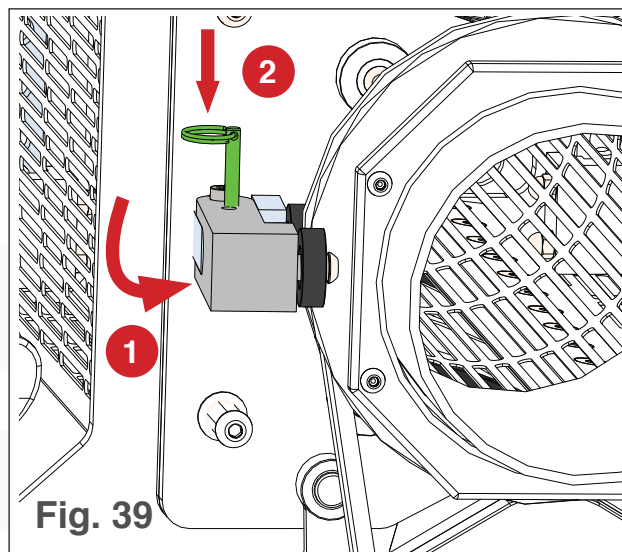

Fig. 39
6. Faites pivoter le guide du tambour jusqu'à sa position de verrouillage (voir Fig. 39).
7. Insérez la goupille de guidage du tambour (voir Fig. 39).